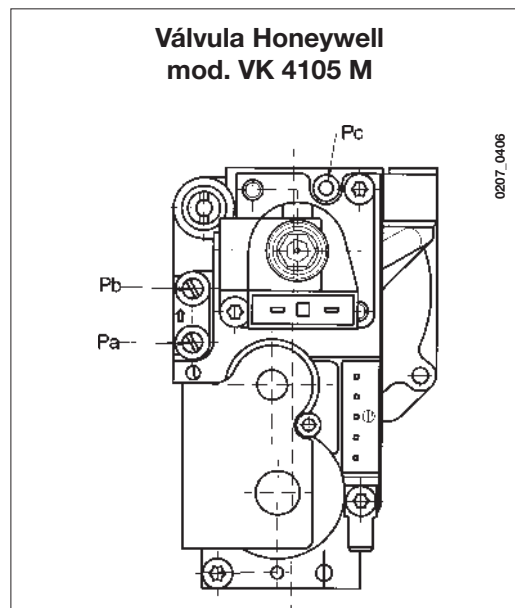

Figura 13
- ligar a toma de pressão positiva de um manómetro diferencial, possivelmente de água, à toma de pressão (**Pb**) da válvula de gás (figura 13). Ligar a toma negativa do mesmo manómetro a um "T" especial que permita ligar ainda entre eles a toma de compensação da caldeira, a toma de compensação da válvula de gás (**Pc**) e o próprio manómetro. (Pode-se efectuar uma medição equivalente ligando o manómetro à toma de pressão (**Pb**) sem o painel frontal da câmara estanque montado);
- Comprovar que a pressão dinâmica de alimentação da caldeira, medida na toma de pressão (**Pa**) da válvula de gás (Figura 13), é correcta (**37 mbar** para gás **propano** ou **20 mbar** para gás **natural**).
- Mantenha apertada a tecla **R** durante 6 segundos. Quando a função está activada, no ecrã visualiza-se a indicação “A00” (...“A08”) alternada com o valor correspondente (figura 13);